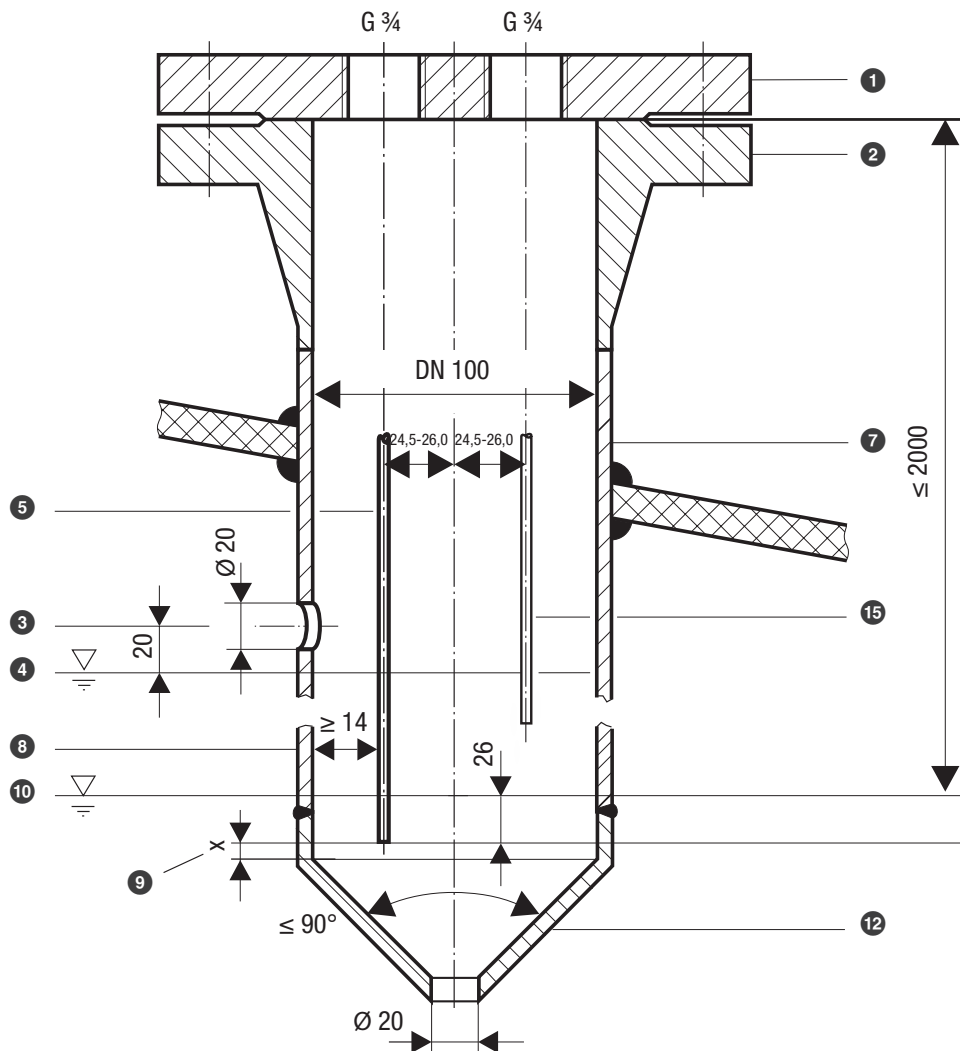

Fig. 14
Ejemplos de montaje con especificaciones de medidas, véase Fig. 14, página 32
- Fig. 14, 16: Brida (PN 40, DN 100) DIN EN 1092-01 (combinación de electrodos)